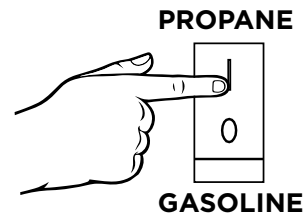

Figura 11 - Selección de combustible - Gasolina
8. Asegúrese de que el interruptor de selección de combustible esté en Propano (consulte la Figura 11 a continuación).